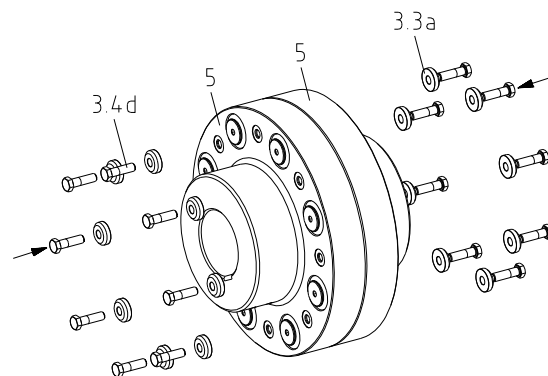

Рис. 24
- Соедините пальцы с шайбами (деталь 3.3а) и винты с шестигранной головкой (деталь 3.4d), и затяните с помощью динамометрического гаечного ключа равномерно на момент затяжки, указанный в таблице 8 (см. рис. 24).